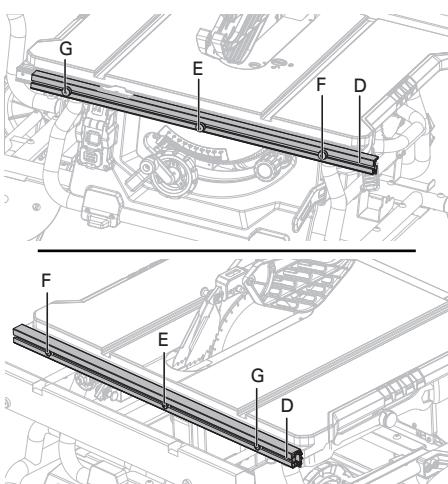

Fig. 11b
- Presione la palanca de las barras de tope (A) hacia la parte trasera de la sierra para desbloquearla.
- Afloje las perillas de bloqueo del top guía paralelo (B) en el top guía paralelo.
- Deslice el top guía paralelo (C) hacia la derecha, gírelo hacia arriba formando un ángulo y quite el top de las barras de tope frontal y trasera (D).
PRECAUCIÓN: Hay tres tornillos de posición (E, F, G) en cada barra de tope frontal y trasera (D) para fijar el top guía paralelo. Los tornillos de posición (E, F) se usan en el top guía paralelo en la parte derecha de la cuchilla de sierra. Los tornillos de posición (G) se usan en el top guía paralelo en la parte izquierda de la cuchilla de sierra (Fig. 11b).